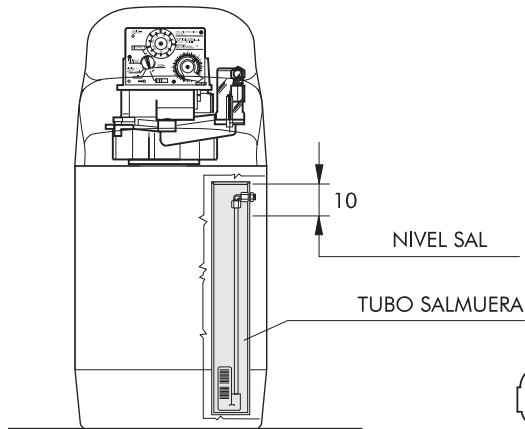

Fig. 4
- 1** Llene el recipiente de sal hasta 10 mm. del borde del tubo salmuera (ver Fig.4).
- 8** Conecte el desagüe de la válvula (ver Fig. 4) con el tubo flexible \varnothing 13 mm.